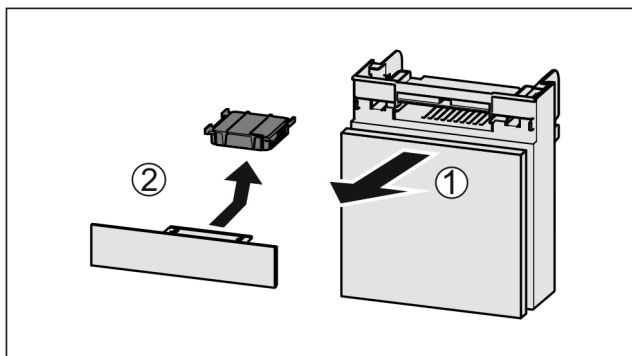

Fig. 138
- Zásuvku vytáhněte dopředu Fig. 138 (1).
- Filtr s aktivním uhlím vyjměte Fig. 138 (2).